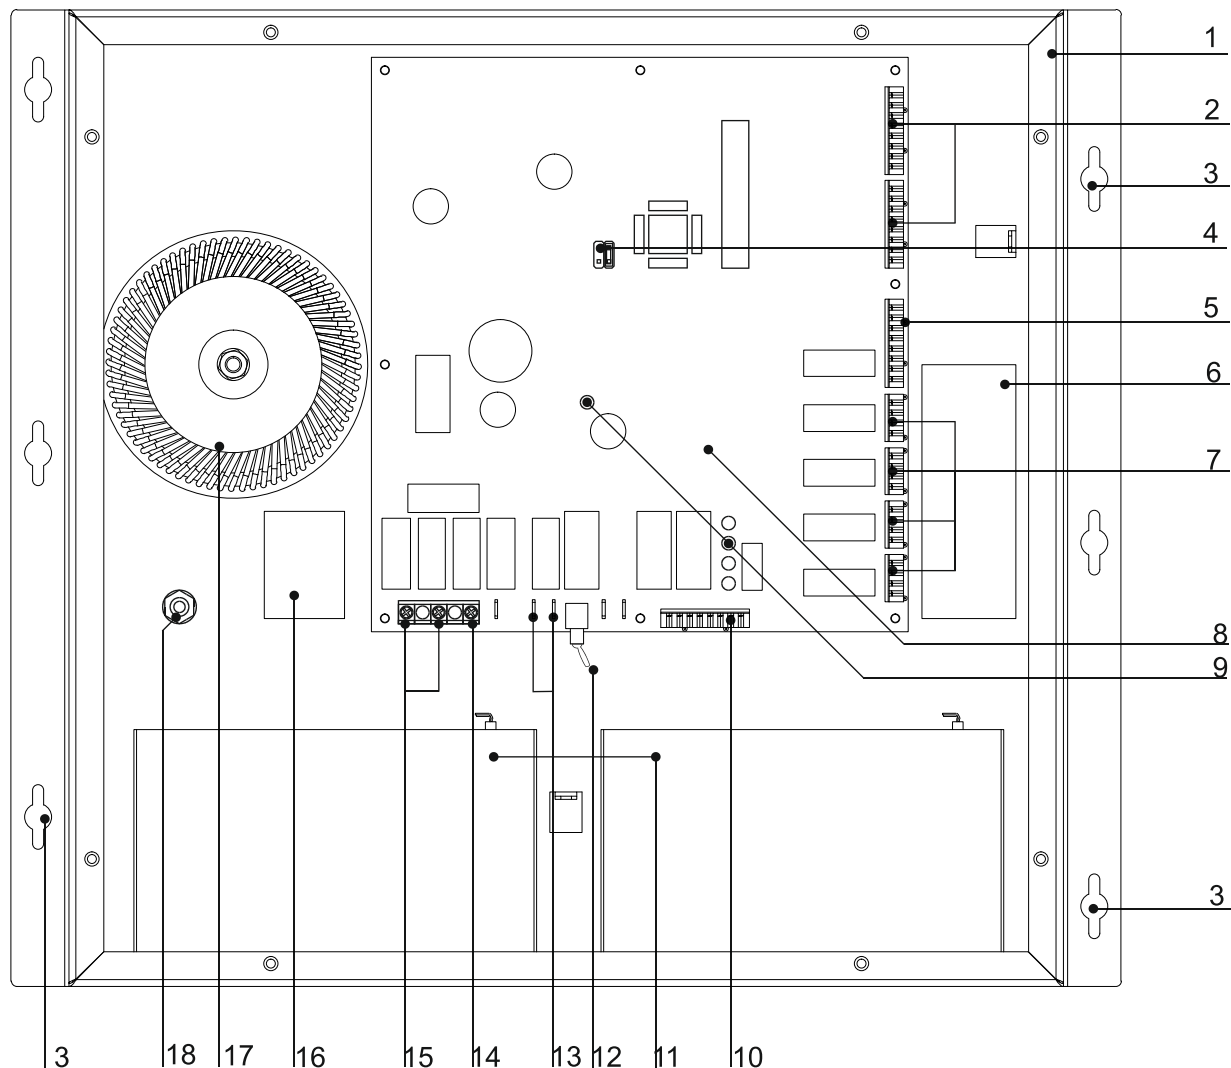

Рис. 1. Вид на ЛБС со снятой крышкой.
Блок имеет 7 портов различного назначения с интерфейсами RS485. Порты RS485, предназначенные для связи с другими ЛБС (рис. 1 поз. 2) имеют изоляторы линии связи, поскольку питание разных ЛБС в системе может выполняться от различных сетей 230 В.
Внимание! Все локальные блоки связи Тромбон СОРС-ЛБС должны быть подключены к контуру заземления здания. Для заземления ЛБС предусмотрен специальная клемма на шасси блока. рис. 1 поз. 18.
2). Снимите крышку Блока. Протяните кабели питания и линии связи через специальные отверстия в задней стенке Блока (рис. 1, поз. 6 и 16). Установите Блок на стену.
4). Подключите питание 230 В. Напряжение питания к клеммам 15 рис. 1, заземление к клемме 14. **ВНИМАНИЕ!** напряжение питания на Блок должно подаваться через отдельный автомат защиты!
5). Подключите к разъему рис. 1, поз. 2 линии связи с другими ЛБС системы. Схема подключения указана в приложении 2. Рекомендации по выбору типов кабелей приведены в Приложении 7.
7). Линии связи с абонентскими устройствами подключите к разъемам поз. 7, рис. 1. (схема в приложении 4).
8). К разъему рис. 1, поз. 10 подключите, по необходимости, две линии для удаленного контроля состояний «Пуск» и «Неисправность». Внимание! У приборов с датой выпуска с августа 2024 г., а также у обновлений прошивки начиная с версии 1\_06 и выше изменена работа реле «Неисправность». При отсутствии неисправностей реле на выходе «неисправность» включено. При наличии неисправностей или обесточенном блоке реле выключено, что соответствует наличию сигнала «Неисправность». Назначение контактов разъема в Приложении 5.
9). Проконтролируйте, что выключатель питания находится в положении выключено, как указано на рис. 1, поз. 12. Подключите к клеммам рис. 1, поз. 13 две аккумуляторные батареи напряжением 12 В и емкостью 7 или 9 А\*Ч каждая. Батареи подключаются параллельно.
11). Переведите переключатель питания поз. 12 в положение включено. Проконтролируйте правильность свечения индикаторов рис. 1, поз. 9:
- Индикатор питания 230 В «Сеть» (верхний в линейке из 4 индикаторов рис. 1 поз. 9) - горит;